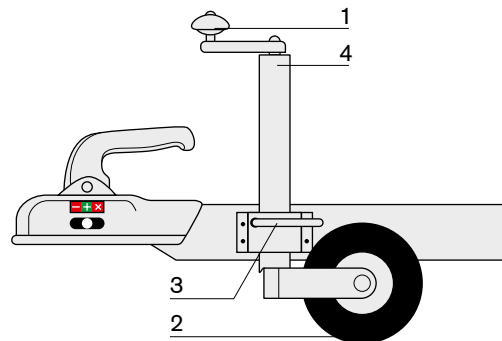

Bild 2: Fastsättning av stödhjulet
- 6 Om trailern har stödhjul, använd vev (1) för att sänka stödhjulet (2) i fixerat läge för att förhindra sidorullning. Öppna sedan klämman (3) och dra upp stödhjulet i högsta läget. (SE BILD 2).